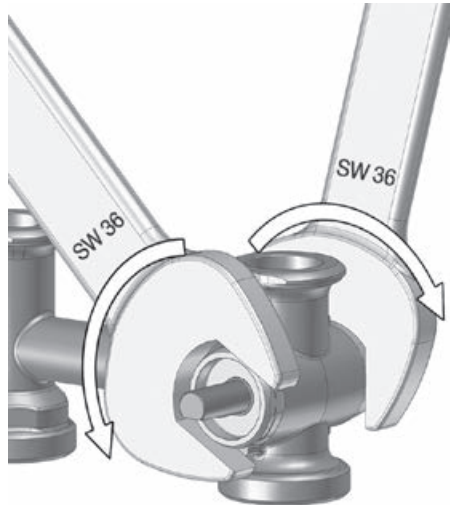

Abb. 19
1. Muffe (1) und Messingstopfen (3) jeweils mit zwei Maulschlüsseln (SW 36) vom Armaturgehäuse lösen und abnehmen (Abb. 19).